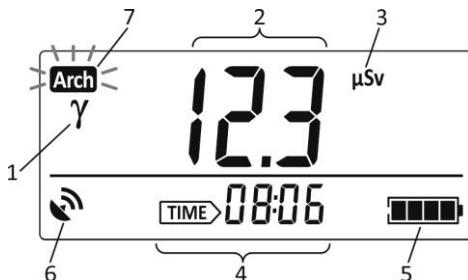

Рисунок 2.26 – РКІ дозиметра
2.3.6.8.2.2 В цьому режимі на РКІ дозиметра відображаються (рис. 2.26):
- символ « γ » – тип випромінювання, що вимірюється (1);
- значення накопиченої АЕД (2);
- розмірність накопиченої АЕД (3);
- час накопичення АЕД (4);
- символ стану акумулятора (5);
- символ стану навігаційного приймача (6);
- ознака (7) критичного заповнення енергонезалежної пам'яті дозиметра, в якій зберігається історія накопичення АЕД (2.3.4 цієї НЕ).